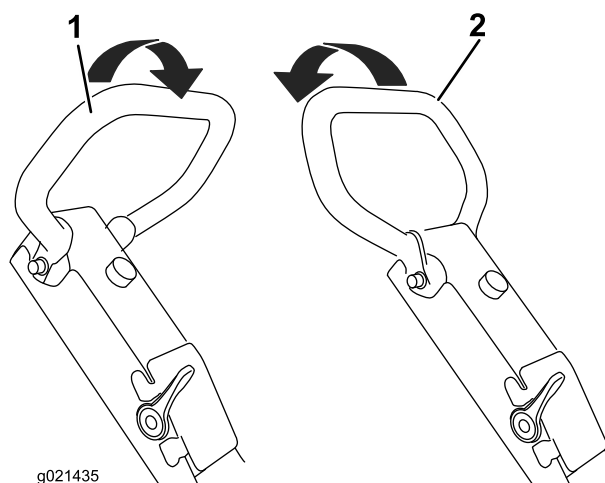

Figura 15
- Mueva la palanca de control de desplazamiento hacia adelante para conducir la máquina hacia adelante (Figura 15).
- Tire de la palanca de control de desplazamiento hacia atrás para conducir la máquina hacia atrás (Figura 15).